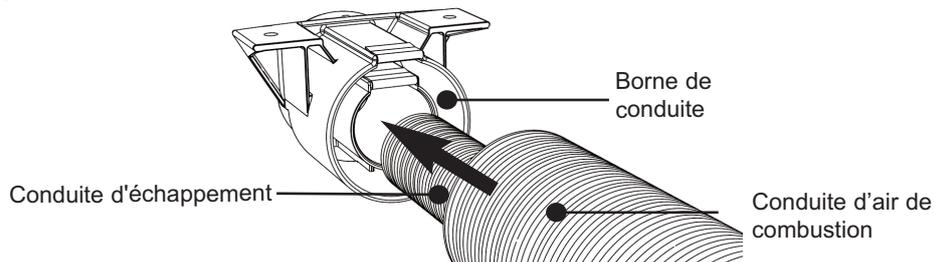

Fig. 23A Raccordement de la conduite à la borne
- iii. Enfoncez la conduite d'échappement dans l'arrière de la borne de conduite (installée dans le plancher du véhicule) le plus profondément possible (environ 50 mm). La conduite **doit être** enfoncée au maximum. Veuillez voir les Fig. 23A, B et C.